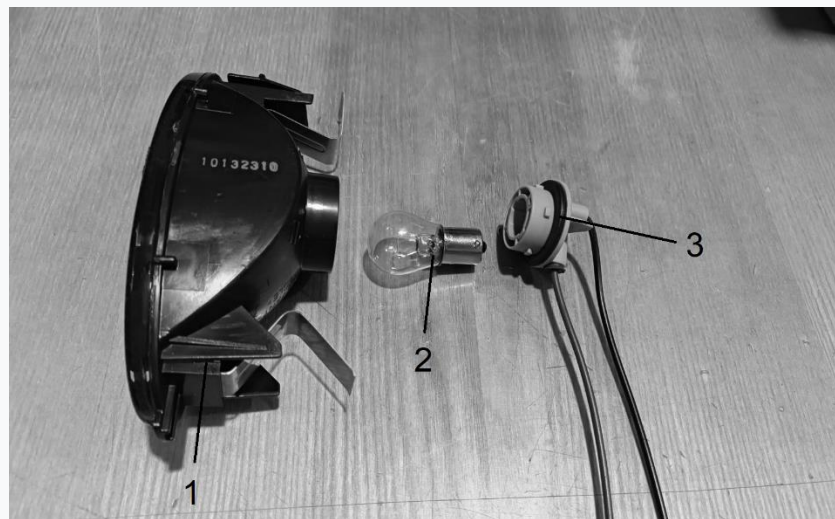

Рис. 6.3 Елементи заднього протитуманного ліхтаря
- 3) замінити лампу на нову та зібрати все у зворотному порядку (рис. 6.3)